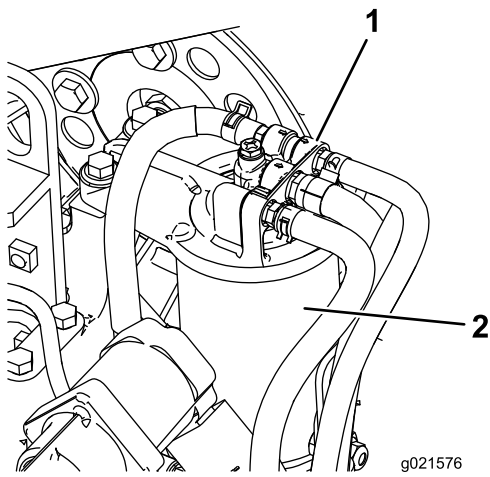

Figura 71
1. Limpie la zona alrededor del cabezal del filtro de combustible (Figura 71).
2. Retire el filtro y limpie la superficie de montaje del cabezal del filtro (Figura 71).